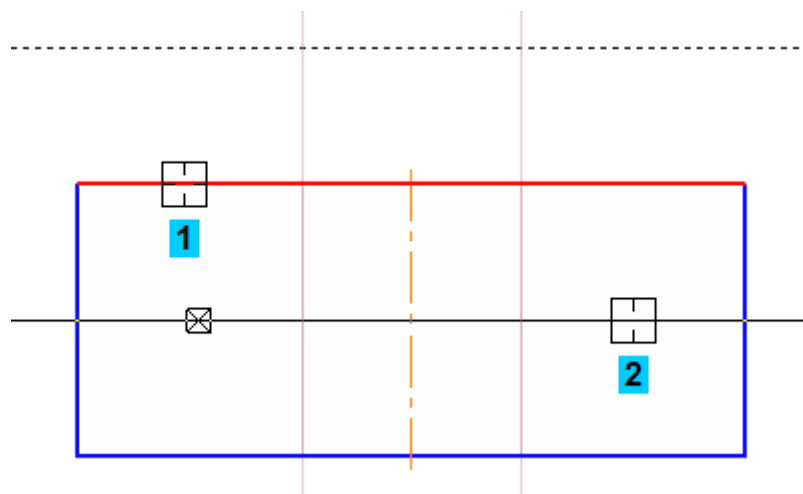

Рисунок 10
- Создайте нижний вариант вспомогательной прямой.(рис.10)